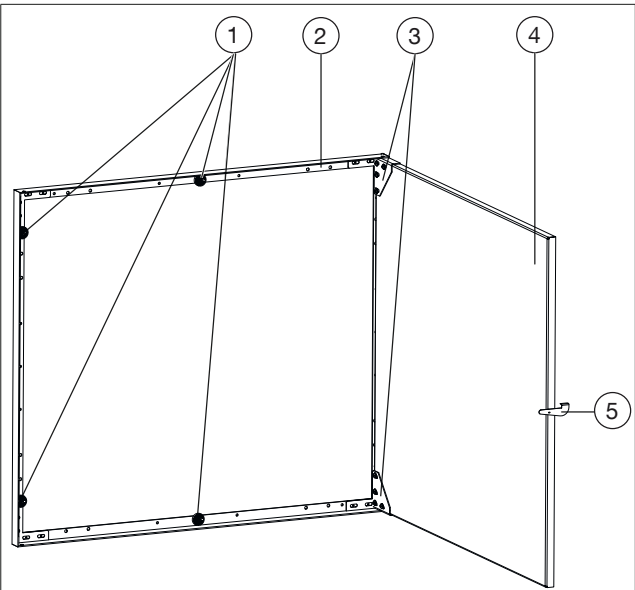

Fig. 1: Construction de la porte de visite
(1) Équerre de fixation
(2) Équerre de fixation courte
(3) Équerre de fixation longue
- Ouvrir complètement la porte (voir Fig. 1 en page 24).
5. Visser à la main les équerres de fixation (1) (voir Fig. 5 en page 25) sur le cadre (voir Fig. 1 en page 24).
1. Ouvrir complètement la porte (voir Fig. 1 en page 24).